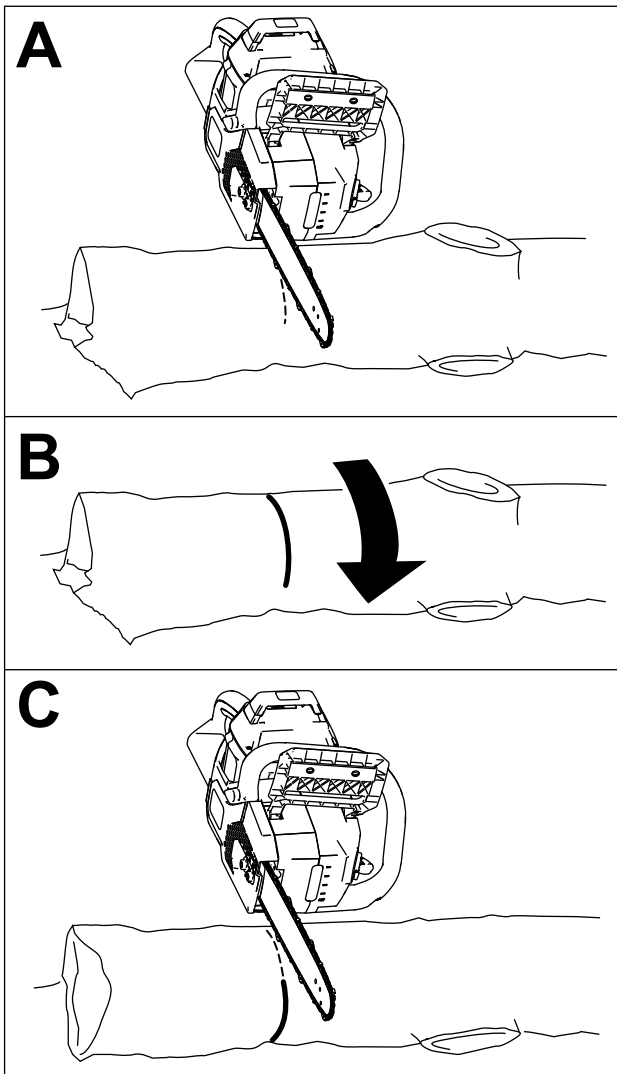

Bild 21
- Wenn die gesamte Länge des Stammes auf einem flachen, ebenen Boden aufliegt, schneiden Sie ein Drittel des Durchmesser von oben durch, rollen Sie den Stamm dann um und machen Sie einen weiteren Schnitt, um auf den ersten Schnitt zu treffen (Bild 21).